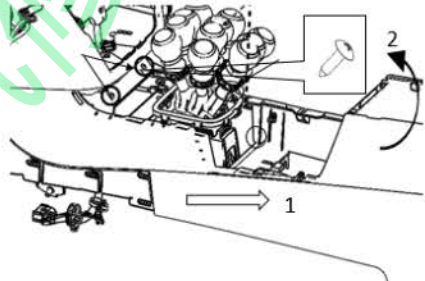

图 1-42 副仪表板本体拆卸示意
(4)用十字螺丝刀松开图 1-42 示的 2 个螺钉（Q2734216F31A），后沿图示箭头 1 方向把副仪表板退出，让后沿图示箭头 2 方向旋转，绕过换挡机构即可取出副仪表，完成拆卸。